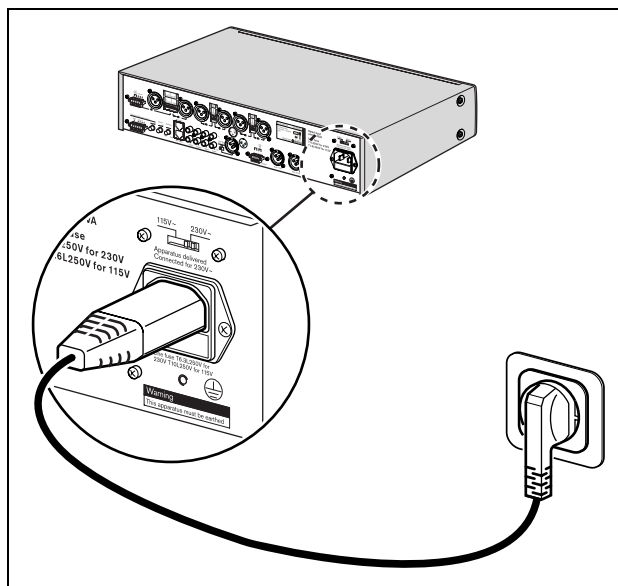

figura 3.2: Conexión de alimentación y selector de tensión
- 1 Asegúrese de que el selector de tensión (115 V/ 230 V) esté correctamente ajustado a la tensión principal del país (consulte figura 3.2)